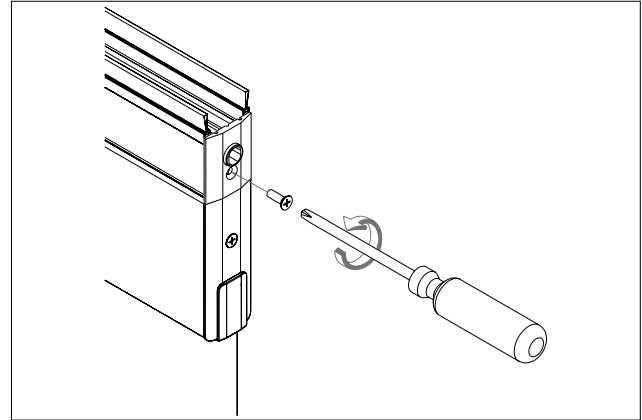

Abb. 40 Abdeckung festziehen
9. Abdeckung festziehen (Abb. 40).